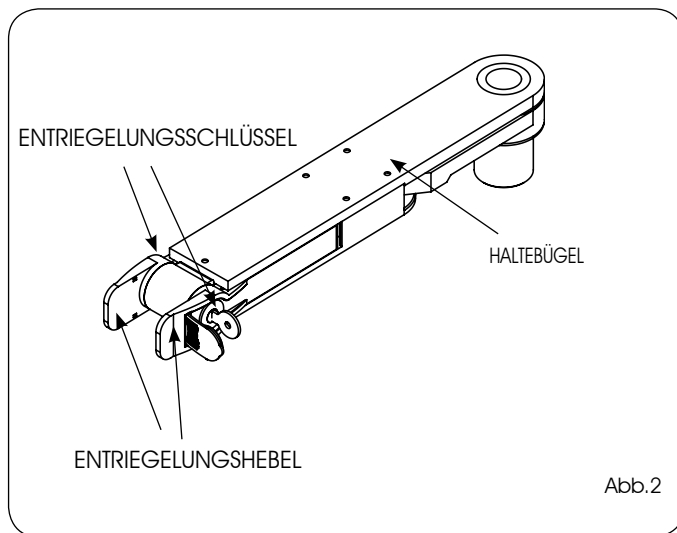

Abb. 2
- 1) Den Entriegelungshebel in die Ruhestellung bringen (Abb. 2)